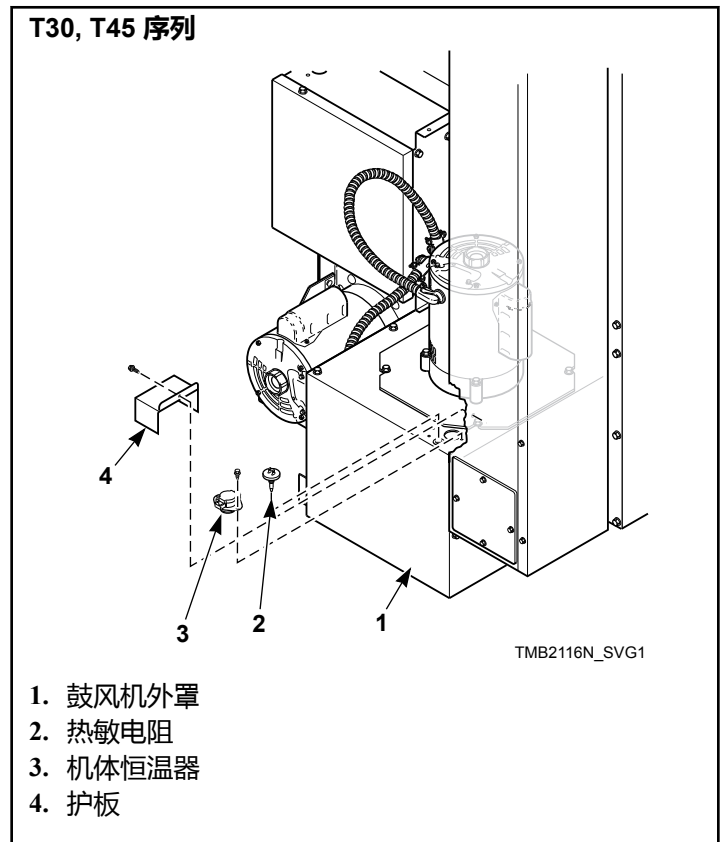
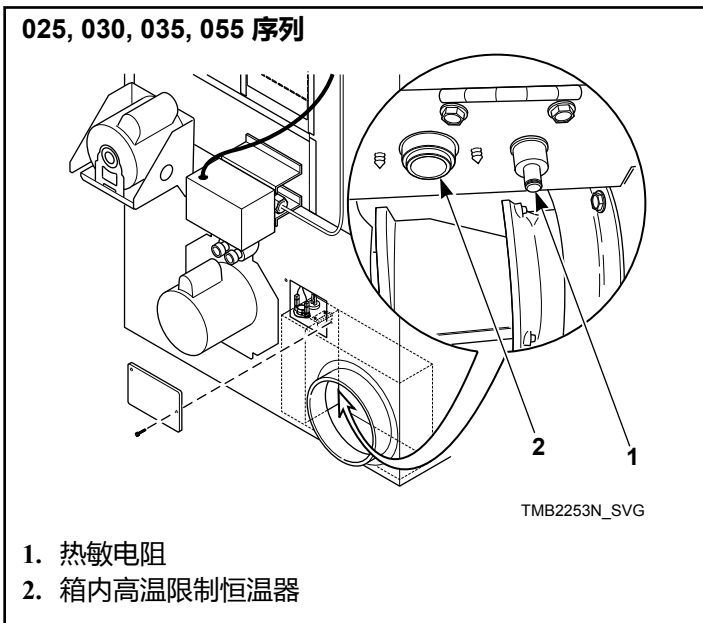

图 66
图 65
- e. 清除机体高温限制恒温器和热敏电阻上的棉绒。请参见图 65 及图 66。